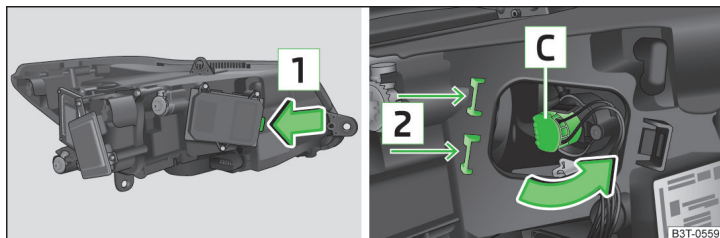

Fig. 205 Faros con luz de xenón: cambiar la bombilla de la luz de carretera.
- Desbloquear y retirar la tapa protectora en la dirección de la flecha **1** » fig. 205.